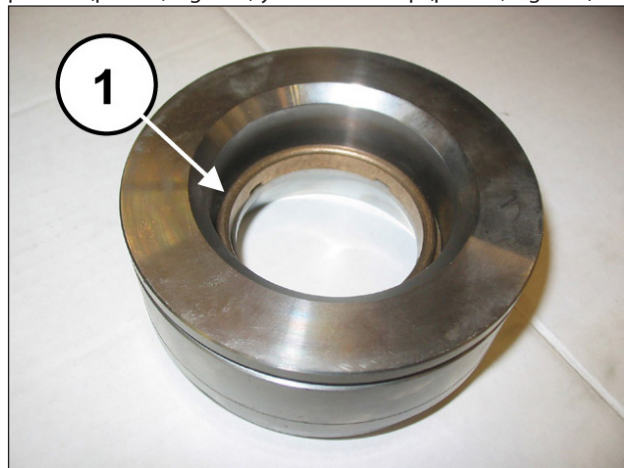

Fig. 125
Montar la anilla del cuello (pos. ①, Fig. 125), la junta de alta presión (pos. ①, Fig. 126) y la anilla restop (pos. ①, Fig. 127).